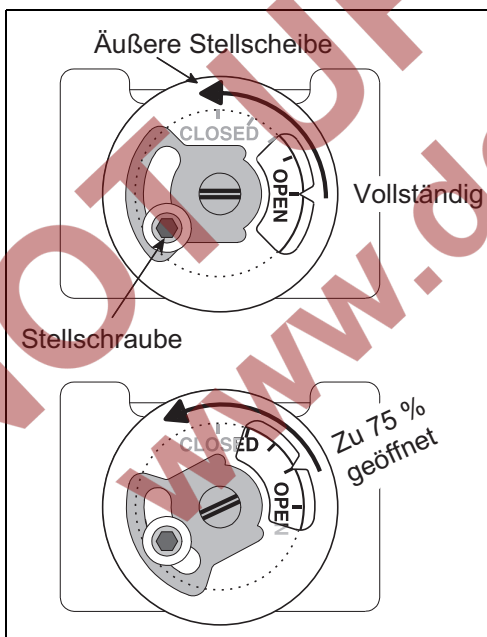

Abbildung 4.8. Einstellen der manuellen Drosselklappe
1. Stellen Sie für die manuelle Gasdrosselklappe eine Öffnung von 75 % ein. Siehe Abb. 4.8.
1. Stellen Sie für die manuelle Gasabsperrrklappe eine Öffnung von 75 % ein. Siehe Abb. 4.8.